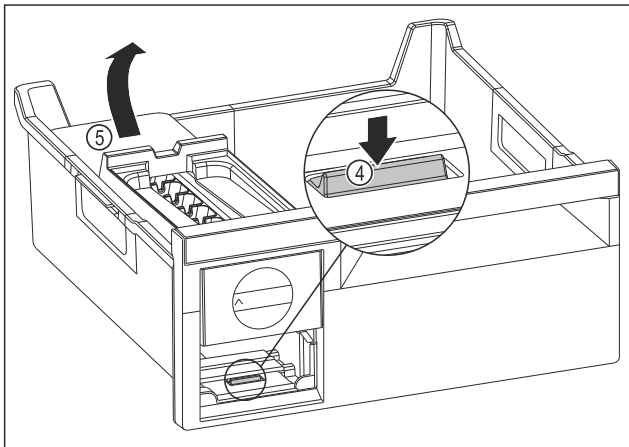

Fig. 130
- ▶ EasyTwist-Ice-Körper entnehmen: Lasche Fig. 130 (4) mit Finger nach unten drücken und gleichzeitig mit der anderen Hand den EasyTwist-Ice-Körper Fig. 130 (5) von hinten anheben.